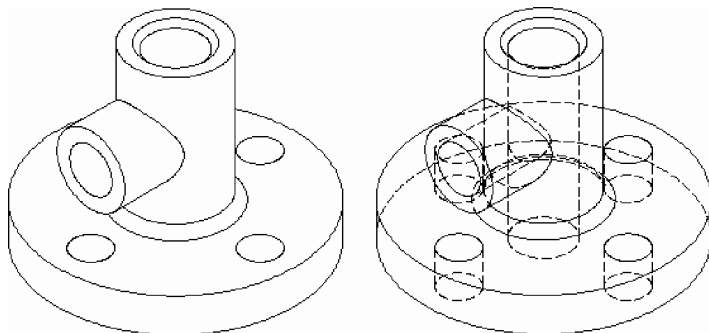

Fig. 10.39 Profilul modelului
- Obținerea conturului solidului modelat – vezi Fig. 10.39.
Prin alegerea atributelor straturilor, se pot afișa numai liniile vizibile ale profilului, ca în Fig. 10.39, stânga (situate pe straturi ale căror nume au în componență litera V), sau se pot afișa, cu linie întreruptă, liniile conturului acoperit (situate pe straturi ale căror nume au în componență litera H), ca în Fig. 10.39, dreapta.